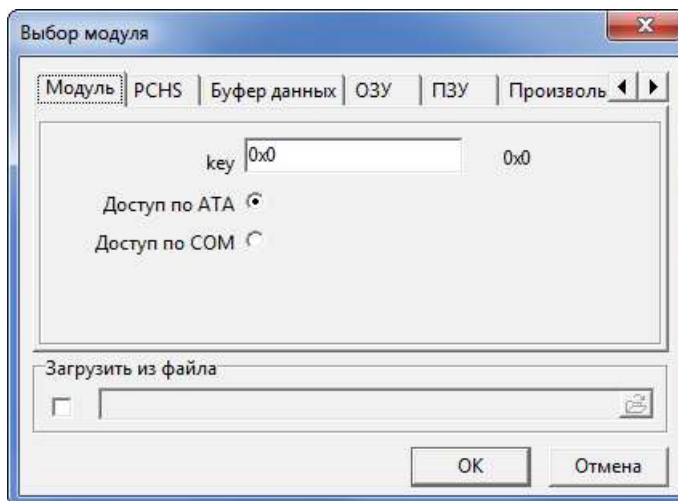

Рис. 6.14.
- ◆ Модуль служебной информации (RSM), Рис. 6.14. Данная закладка доступна для семейств, поддерживающих работу с модулями. Это – U Series X, 5400.1, кроме того, здесь возможна работа с модулями предыдущих семейств накопителей, таких как U4, U6, U8, U10. Во всех случаях работа с модулями доступна при выборе семейства U Series X. Для доступа к данным модуля необходимо указать его ключ. Доступ к модулям возможен как по ATA, так и через терминал.